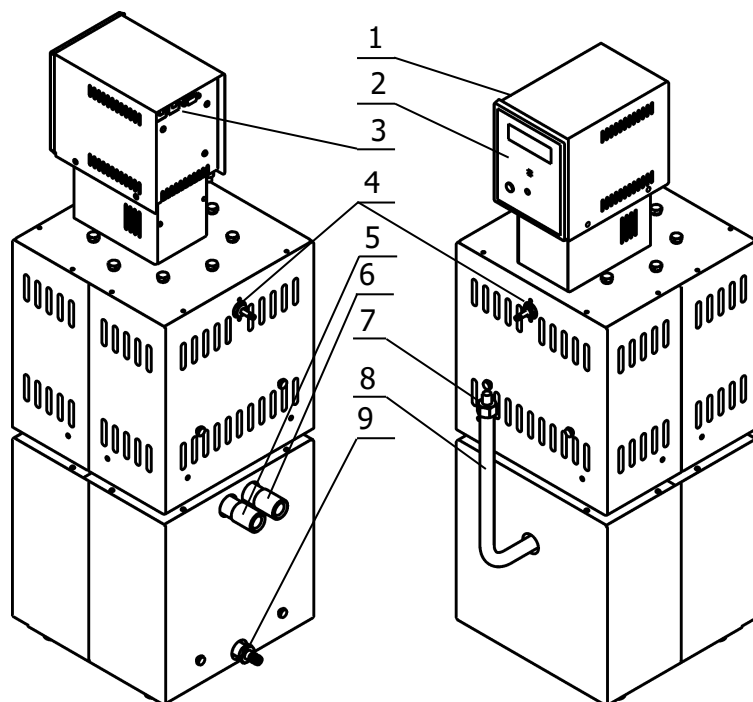

Рисунок 1 — Внешний вид термостата ВТ-400
В процессе работы термостата на дисплее 10 отображается температура теплоносителя, значение уставки (задание), мощность нагрева, текущее время и дополнительная служебная информация. Установка режимов работы термостата осуществляется органами управления, расположенными на лицевой панели 2 (рисунок 1).
2.2.3 Подключить термостат к внешнему потребителю, выполнив необходимые шланговые подсоединения к штуцерам 5 и 6 (рисунок 1). Объем заполнения шланговых соединений и внешнего потребителя должен быть известен.
! После выключения блока регулирования следует опасаться возможного переполнения термостата. Это может произойти, если внешний потребитель расположен выше термостата и имеет достаточно большой объем. В случае переполнения возможна утечка горячего теплоносителя через штуцеры газового затвора 4 (рисунок 1).
2.2.9 Подключить один из штуцеров газового затвора 4 (рисунок 1) к источнику инертного газа (аргона) для предотвращения окислительной деструкции теплоносителя. Расход газа подобрать экспериментально.
2.2.11 При замене теплоносителя или проведении работ по очистке термостата, слить теплоноситель через устройство для слива теплоносителя 9 (рисунок 1). Надеть сливной шланг на штуцер устройства и закрепить его хомутом. Свободный конец шланга опустить в емкость для сбора теплоносителя объемом не менее 10 литров. Ключом на 22 ослабить гайку устройства для слива теплоносителя.